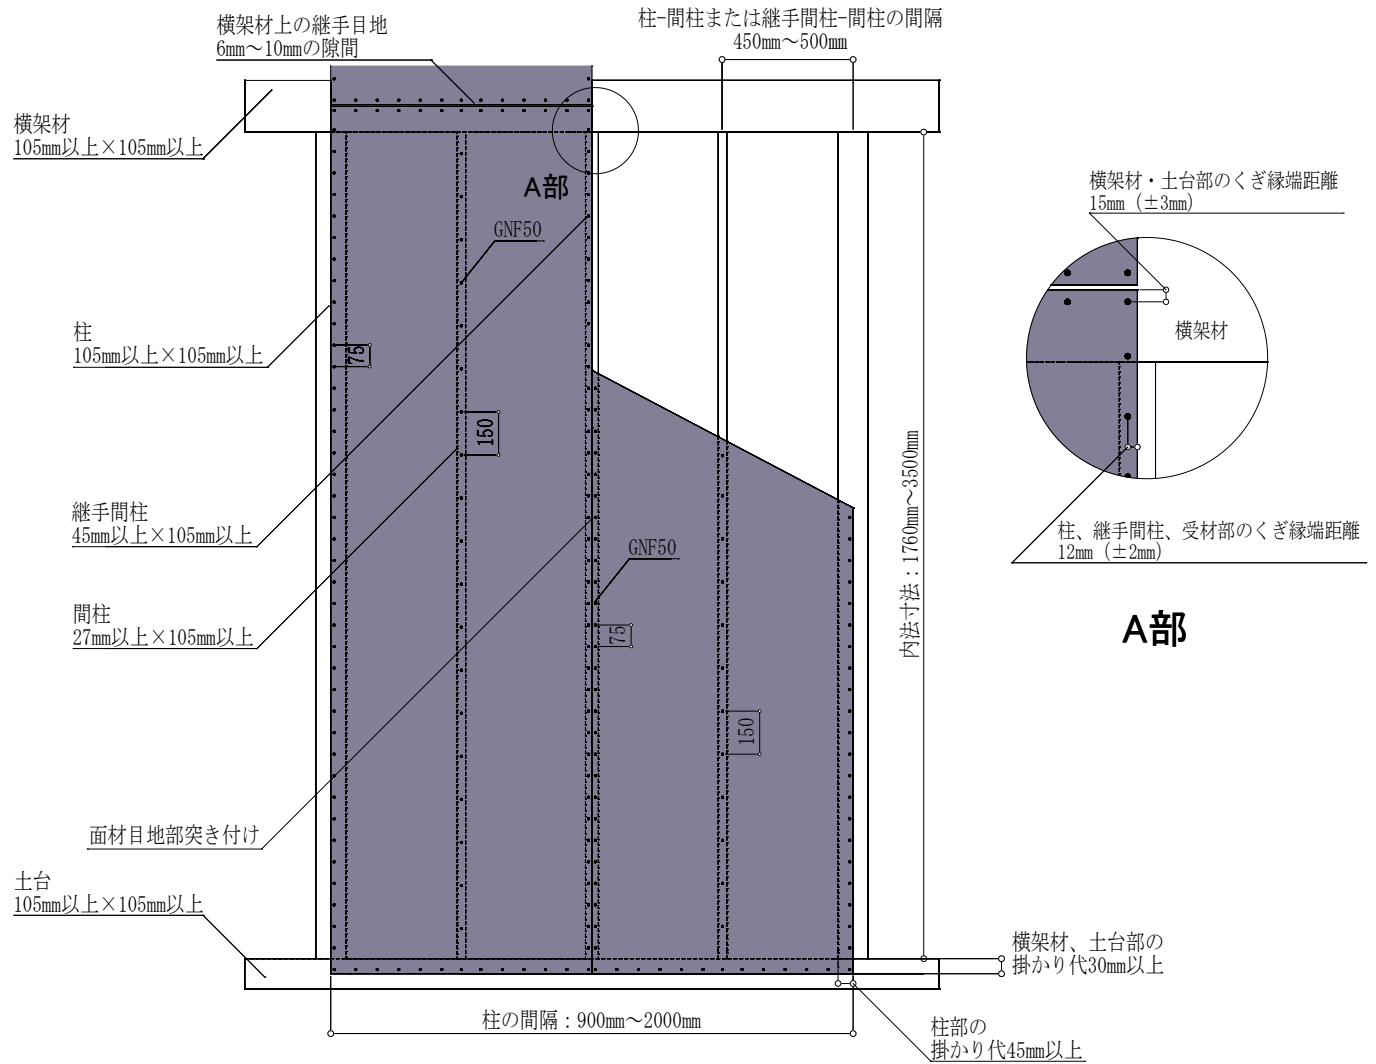

図6 標準仕様 (FRM-0716 : 2.7倍) 施工概略図 (2P の場合)
施工においては、図6および注意事項に記載の内容を遵守してください。
- ・タイガーEX プログレは、原則1枚張りとし、縦継ぎ張りについては、P24「⑧縦継ぎ張りについて」をご確認ください。
- ・図6は2Pの施工例となっておりますが、1Pの場合も耐力壁とできます。